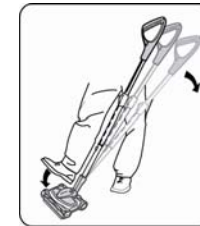

Fig. 9
- Para ajustar el mango a una posición confortable, aplique suavemente presión en la parte superior del cabezal con su pie mientras tira del mango hacia atrás. (Fig. 9)
3. To release the handle to a comfortable position, gently apply pressure to the top of the sweeper head with your foot while pulling back on the handle. (Fig. 9)